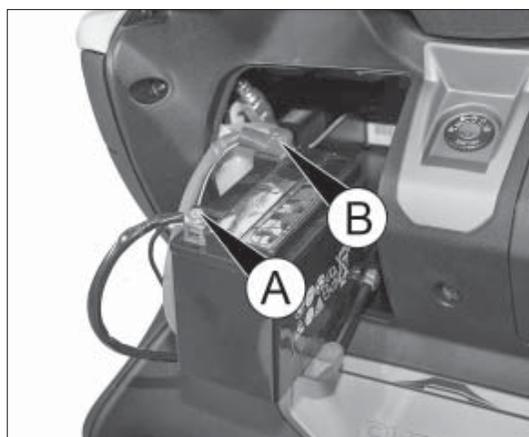

fig. 10
- sganciare il morsetto A fig. 10 (negativo) dalla batteria e successivamente il morsetto B (positivo). per rimontare la batteria eseguire il procedimento inverso, facendo attenzione ad agganciare prima il morsetto B fig. 10 (positivo) e poi quello negativo A fig. 10.